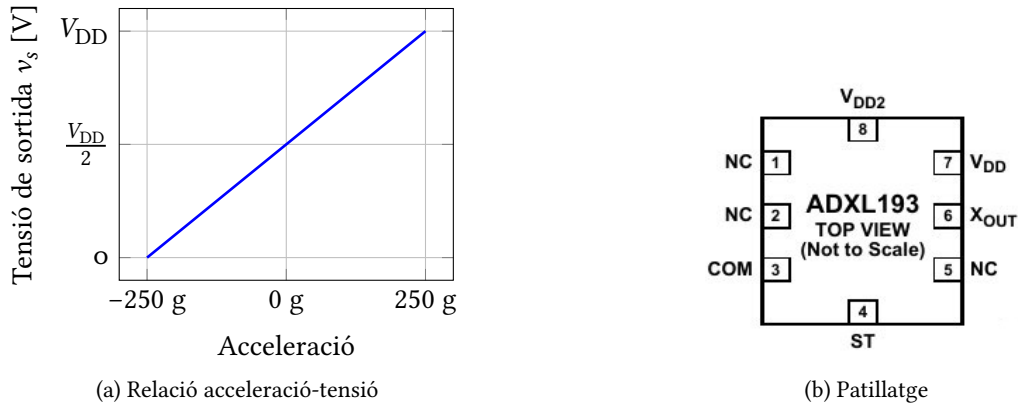

Figura 1: Característica entrada/sortida i patillatge de l'acceleròmetre ADXL193
- Tensió de sortida: Proporcional a l'acceleració, de 0 a $+V_{DD}$, amb $V_{DD}/2$ corresponent a 0 g. El gràfic de la **figura 1(a)** ho mostra de forma més clara.
La **figura 1(b)** mostra els diferents terminals de l'acceleròmetre, i la **taula 1** en descriu la seva funció: